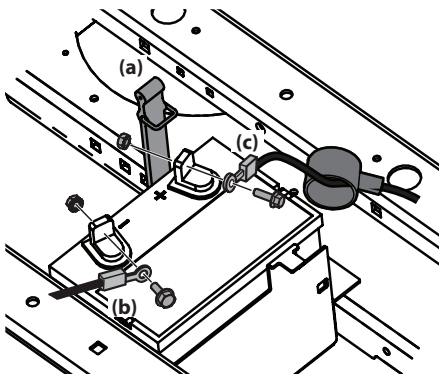

Figure 4-5
- Détachez l'attache (a) qui retient la batterie. Voir Figure 4-5.